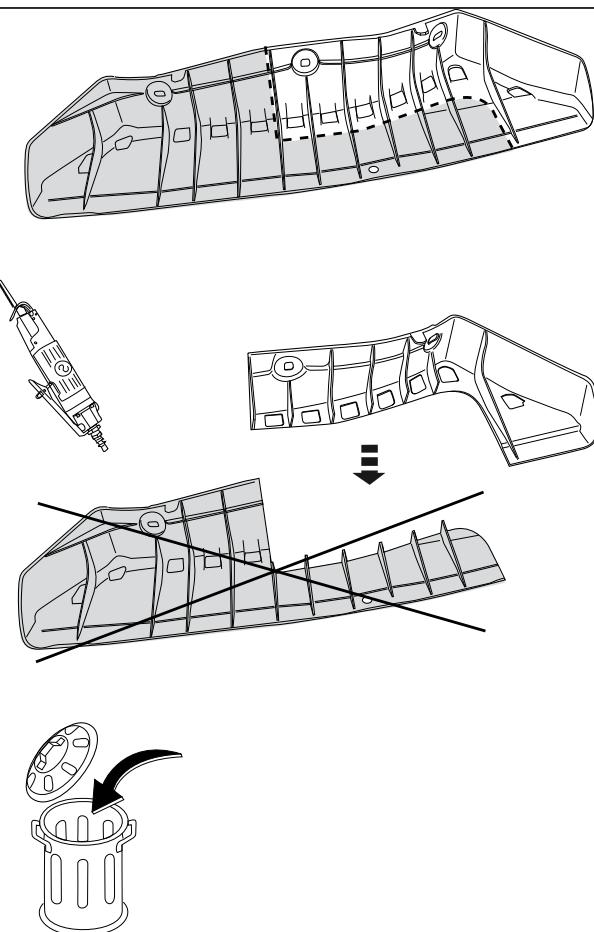

Fig.3
- \* 13. Gemäß Abb. 3 einen Teil aus der Abdeckplatte entfernen.
13. Scier une partie de la plaque de protection conformément à la figure 3.